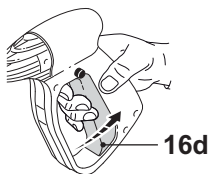

Fig. 21
2. Mettez le bouton marche/arrêt (3) sur « O » (arrêt).
- Appuyez sur la gâchette (16d) pour décharger la pression résiduelle dans l'appareil (Fig. 21).